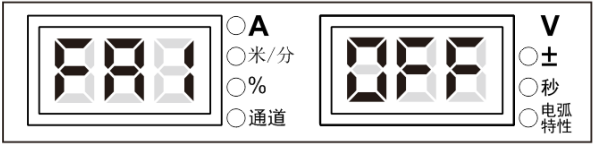

图 3-31 FA1 显示界面
1. 进入内部菜单，调节焊接电源面板旋钮至 FA1，数码管显示如图 3-31 所示。